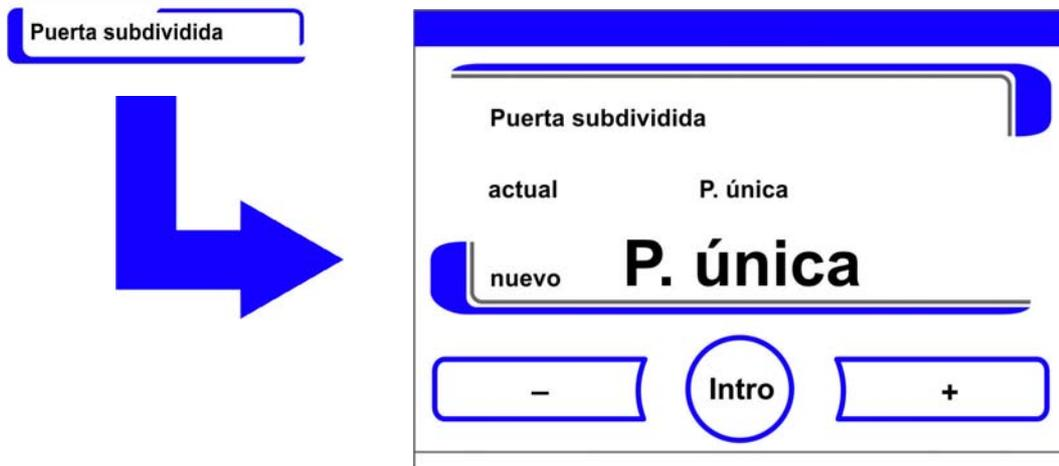

Figura 6-39. Ajustar diafragma de gas
- Se muestra el cuadro de edición de Figura 6-39.